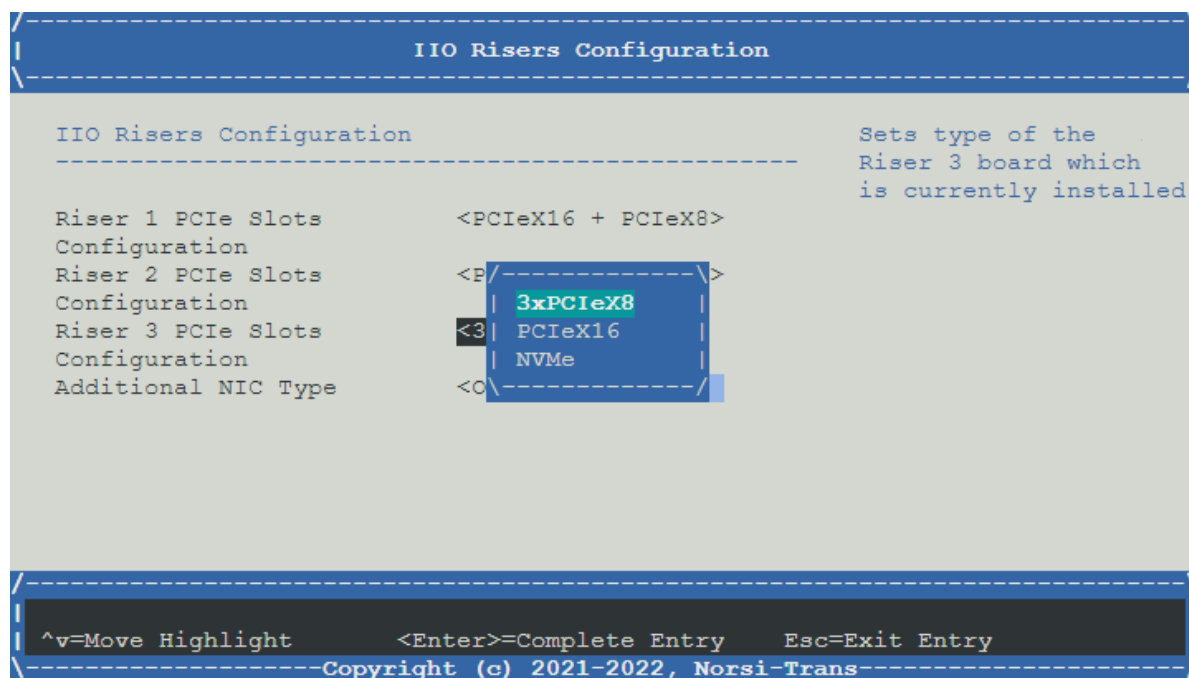

Рис. 73. Выбор типа PCIe-райзеров
- 3) Установите тип PCIe-райзеров согласно физическим. Окно показаны на рис. 73 Выбор типа PCIe-райзеров.